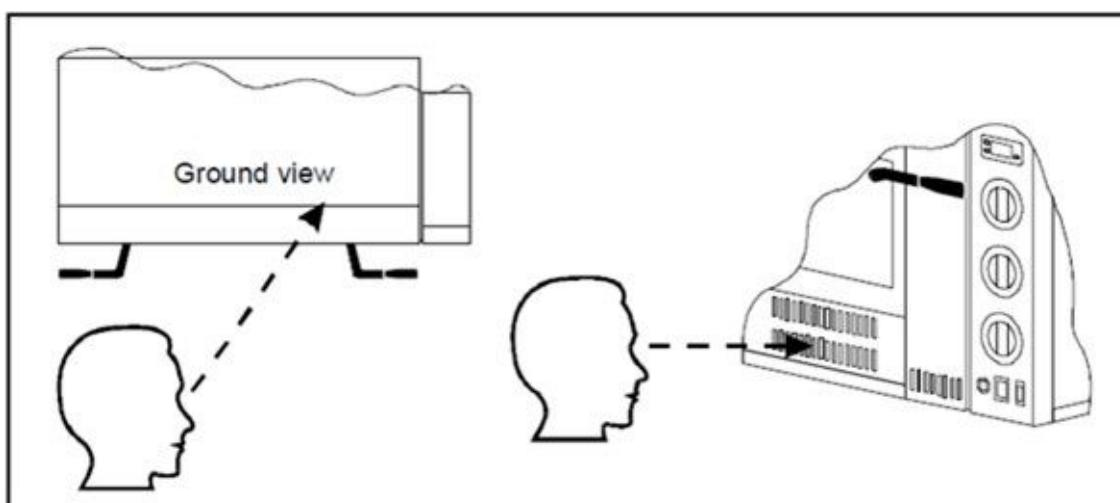

FIG.15
- 5) Gire la perilla de la válvula principal de suministro de gas (fig.14-ref.4) a la posición mantenga presionada la perilla y al mismo tiempo presione varias veces el encendido piezoelectrónico del piloto (fig.14-ref.5). Tan pronto como se encienda el piloto, suelte la perilla. El piloto debe permanecer encendido si no se repite la operación. El piloto puede ser controlado a través de las aberturas ubicadas en el lado derecho del panel frontal (fig.3-ref.2) mirando hacia adentro observando una inclinación de aproximadamente 45° hacia la derecha (FIG.15);